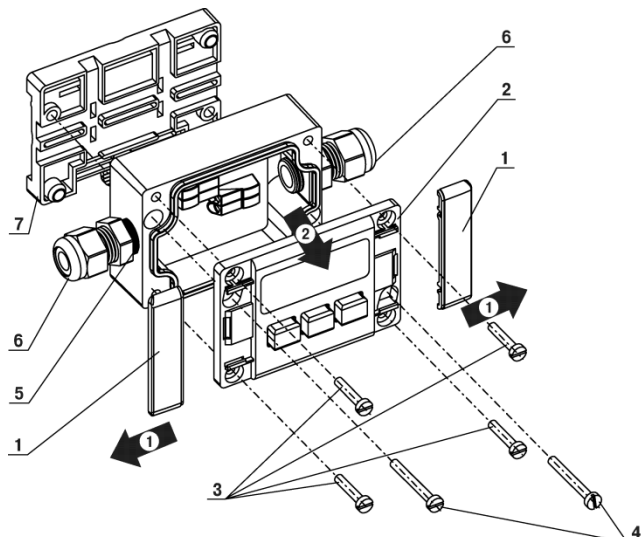

Рисунок 2
2. Снять декоративные крышки (1) по стрелкам 1 (рисунок 2);